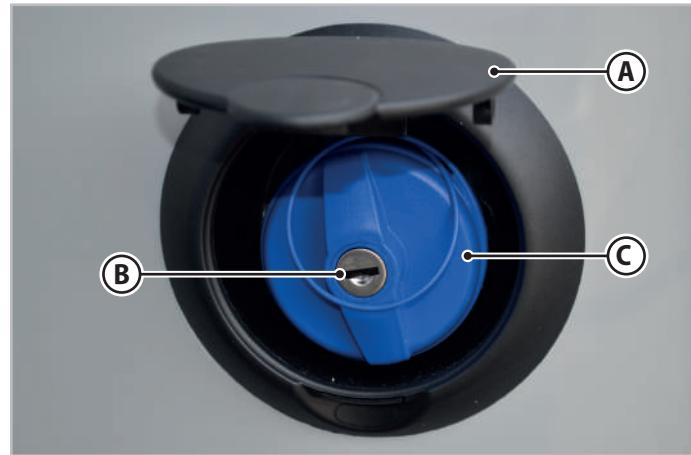

Fig. 6.36 - Remplissage du réservoir d'eau propre
1. Soulever le cache (A - Fig.6.36) pour accéder au goulot de remplissage d'eau situé sur le côté du véhicule.
2. Insérer la clé dans la serrure (B - Fig.6.36).
4. Tourner le bouchon (C - Fig.6.36) dans le sens inverse des aiguilles d'une montre et le retirer.